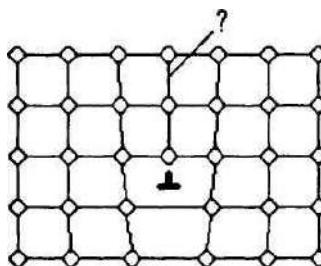

Рис. 1.7. Фрагмент кристаллической структуры
26. Как называется элемент кристаллической структуры, помеченный на рис. 1.7 знаком вопроса?